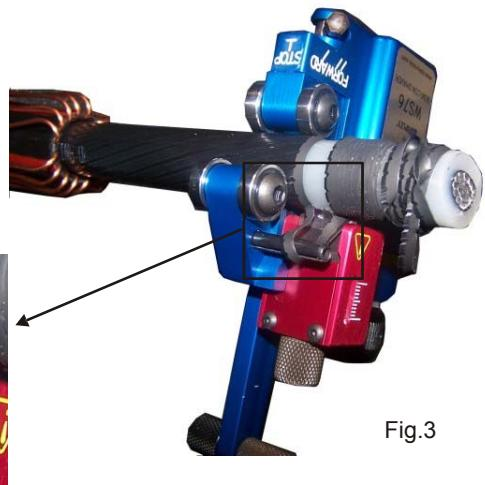

Fig.3
9. Weiterhin das Schälergebnis beobachten. Sicherstellen, dass kein Span während des Schälens unter die Rollen gerät. Dies würde das Schäleregebnis beeinträchtigen. Der geschälte Span kann einfach während des Schälens auf die Handkurbel gewickelt werden (Fig.2). Eine andere Möglichkeit ist es den geschälten Span um die geschälte Isolierung unter Verwendung des Spanabweisers zu führen. (Siehe Fig.3 nächste Seite)